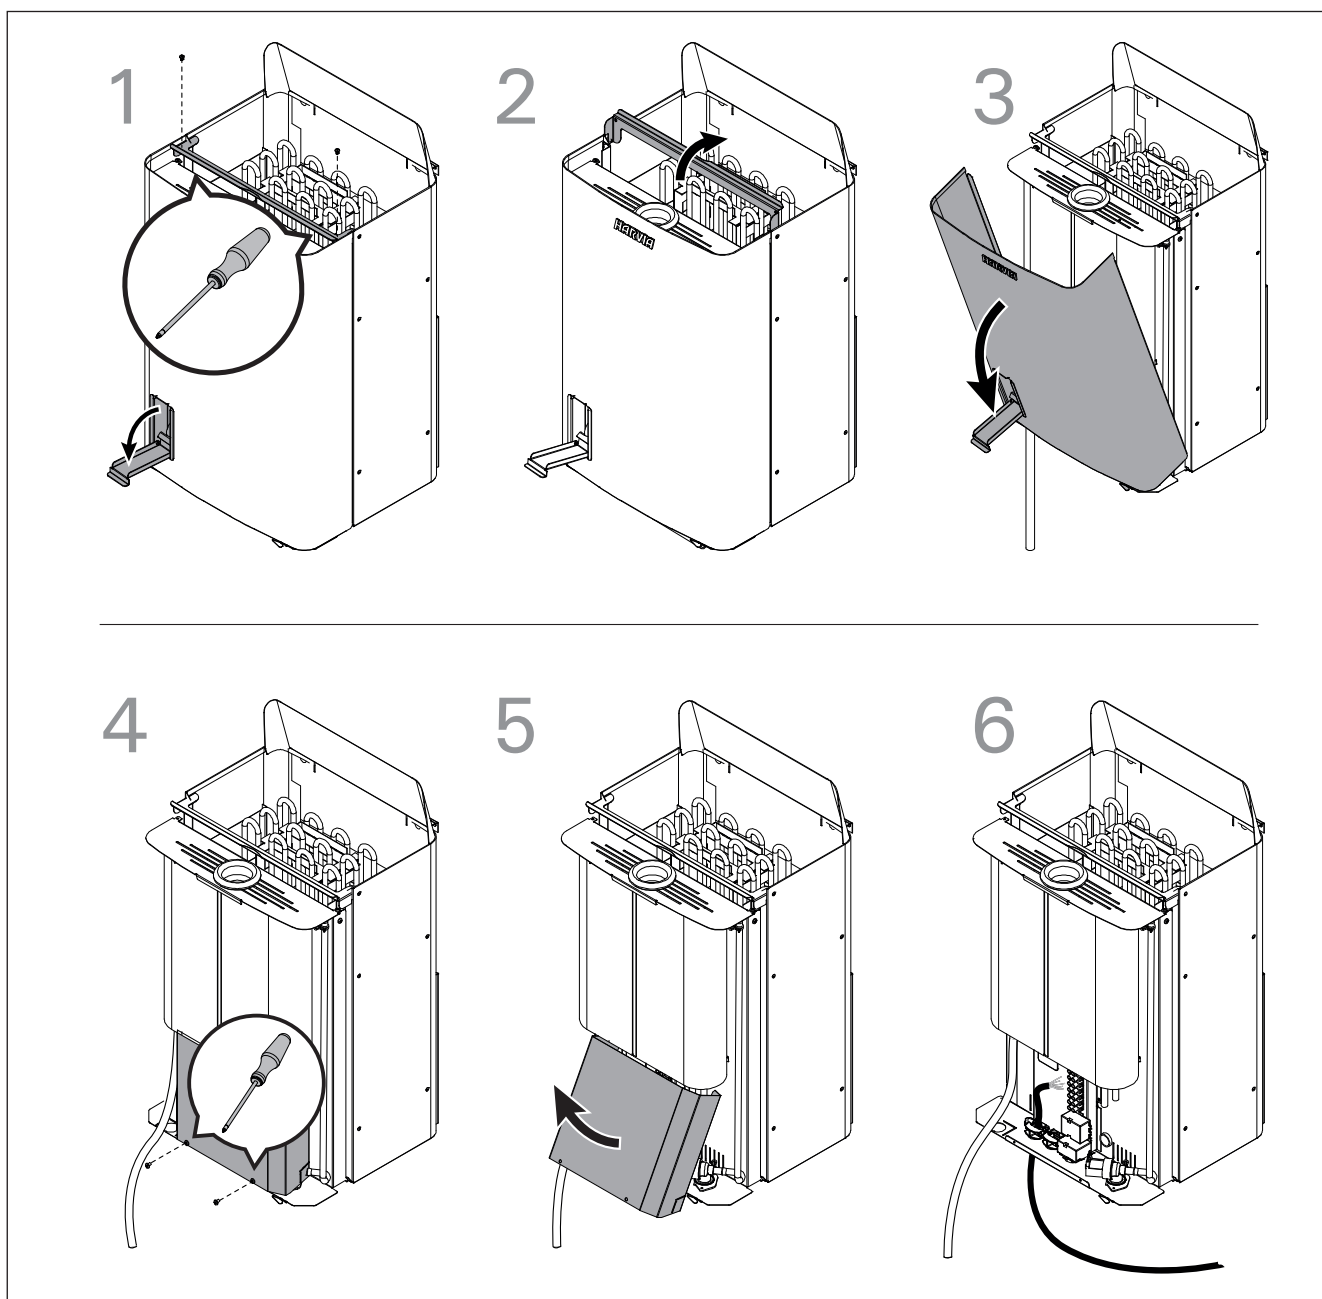

Рисунок 9.
1. Подключите кабель питания к каменке (рисунок 9).